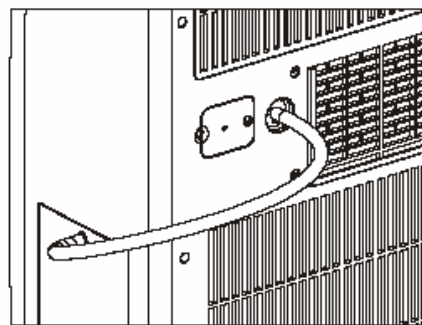

Fig.5
- Quite el tapón de drenaje de la parte posterior de la unidad y conecte la manguera de drenaje, después conecte el otro extremo de la manguera al depósito de agua como especificado es Fig.5. Así el agua condensada fluirá hacia el depósito interno a través de la manguera de drenaje.